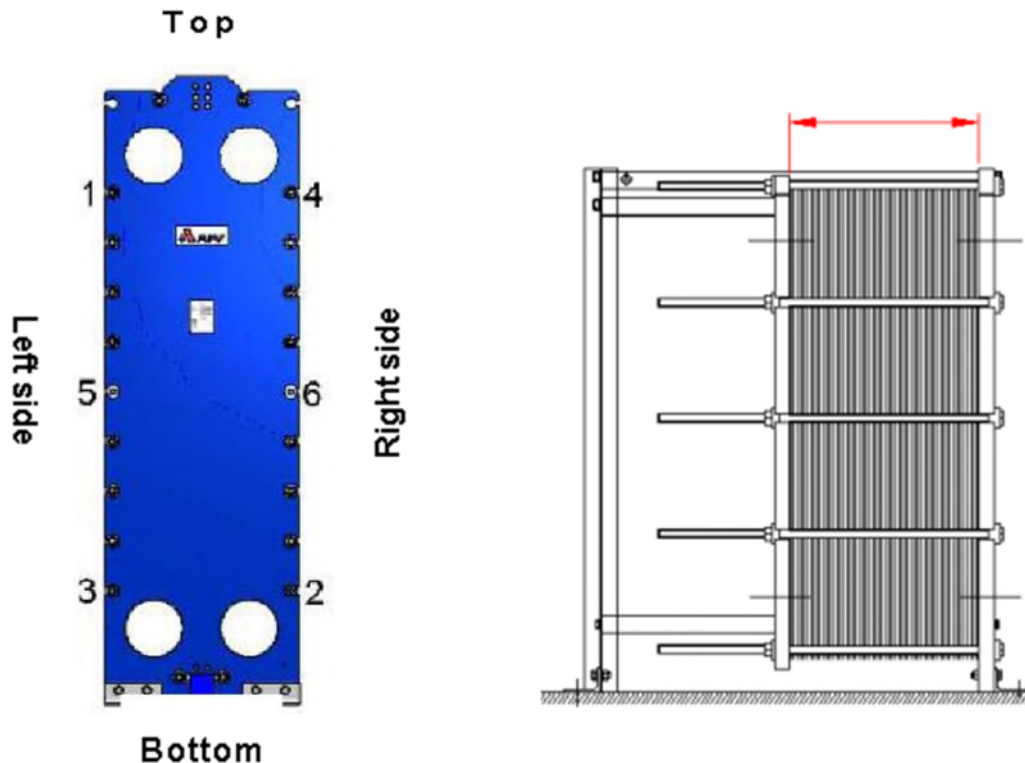

Figure 41 : Numérotation des barres de liaison Figure 42 : Étape 6 — Platage maximal
- 1) Confirmez que les étapes d'installation de la plaque (section 9.4) et de la barre de liaison (section 9.5) ont été effectuées. Installez les barres de liaison 1 à 4 lorsque la distance entre les barres de liaison 1 et 3 est inférieure à 1200 mm (4 pi) ou installez les barres de liaison 1 à 6 lorsque la distance entre les barres de liaison 1 et 3 est supérieure à 1200 mm (4 pi) (**Figure 41**).